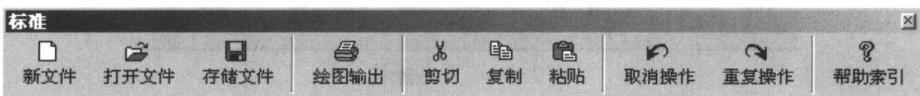

图 1-10 显示文本的工具栏
**在图标下方显示文本：**在【工具栏】列表框中选择要显示文本的工具栏，选择【显示文本】复选框，在工具栏按钮图标的下方就会显示出文字说明，取消【显示文本】复选框，文字说明也就不再显示了。显示文本的效果如图 1-10 所示。